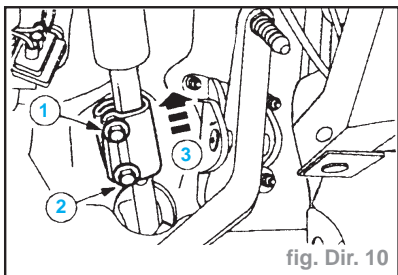

fig. Dir. 10
- desserrer le boulon supérieur (1) (fig. Dir. 10),
- Serrer les boulons de la prolonge à **2,5 daN.m** (fig. Dir. 10).